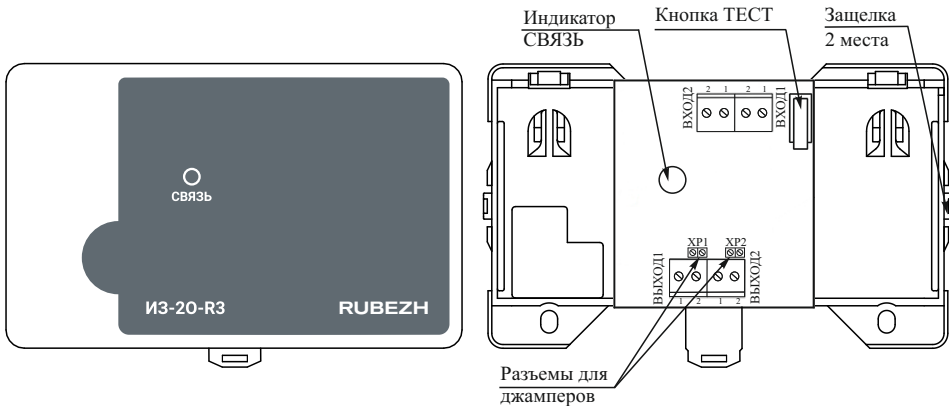

Рисунок 1
5.11 Для согласования с основной АЛС длины ответвления и количества подключенных адресных устройств на ответвлении на плате изолятора имеются джамперы и разъемы «ХР1», «ХР2» (рисунок 1). Джамперы рекомендуется устанавливать на разъемы при длине ответвления более 20 м и количестве подключенных адресных устройств на ответвлении не более 3 шт.